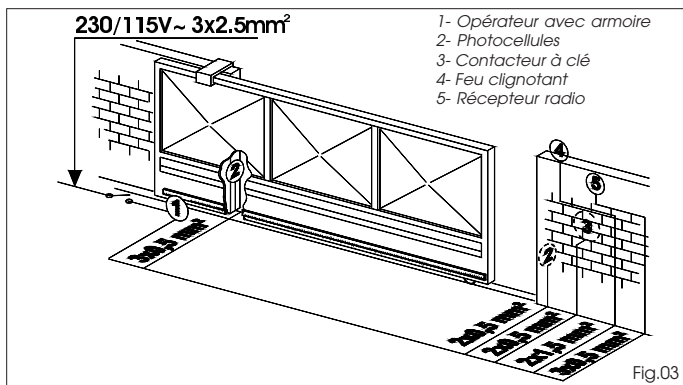

Fig.03
- 4- Disposer les câbles électriques pour la connexion aux accessoires ainsi que l'alimentation électrique d'après le schéma de la Fig. 03. Pour réaliser facilement les connexions dans la centrale, faire sortir les câbles d'au moins 50 cm par le trou présent sur la plaque.